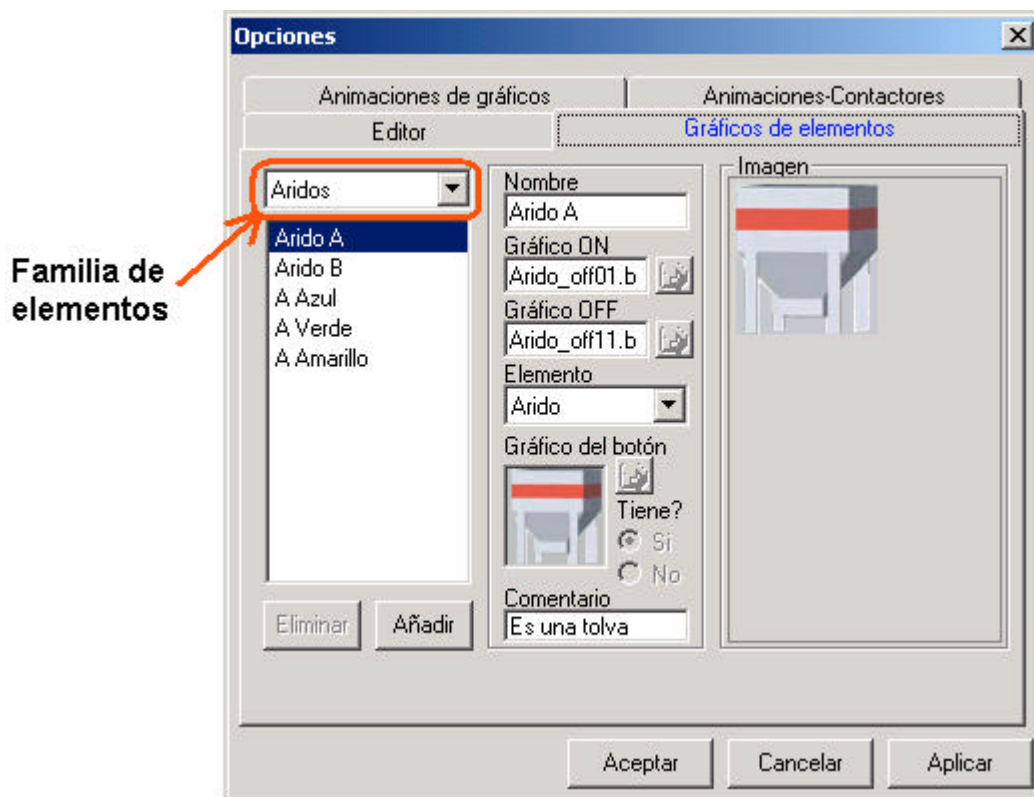
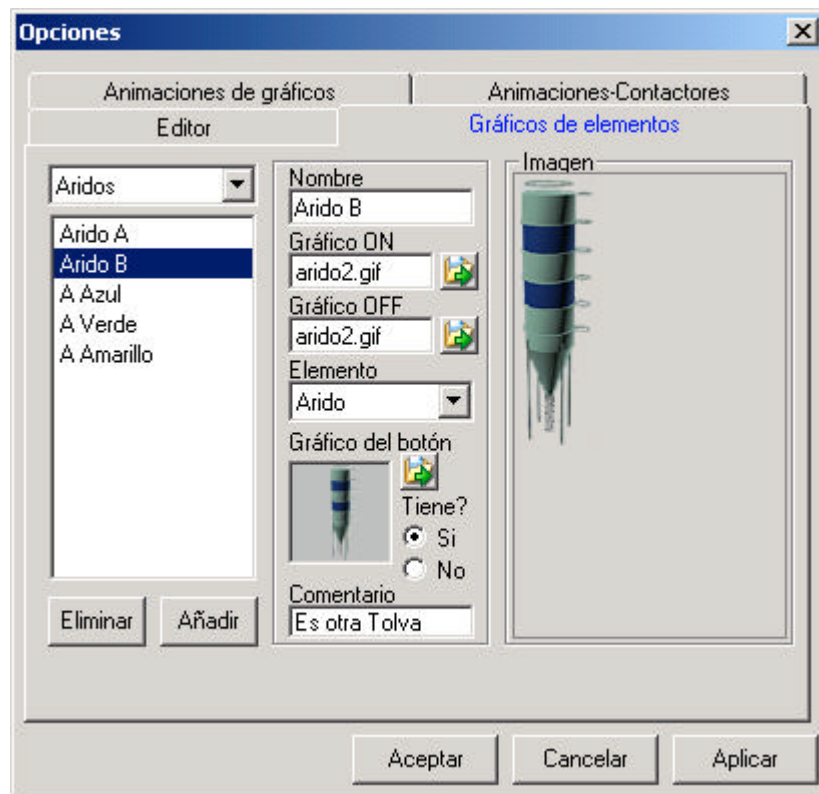

Figura 26.- Ventana Opciones (Gráficos de elementos). Árido A
Figura 27.- Ventana Opciones (Gráficos de elementos). Árido B.
- **Gráficos de elementos** (figura 26).
En este caso, se selecciona la familia de áridos en la ventana de familia de elementos, y justo debajo a ésta aparecen los gráficos disponibles para este elemento. En la figura 26, se selecciona el gráfico Árido A, mientras que en la figura 27 se selecciona el gráfico Árido B.
iluminado, que significa que se dispone de gráfico asociado, como se observa en la figura 27, para el caso del Árido B). Al pulsar este botón se abre una ruta hasta la carpeta del directorio: